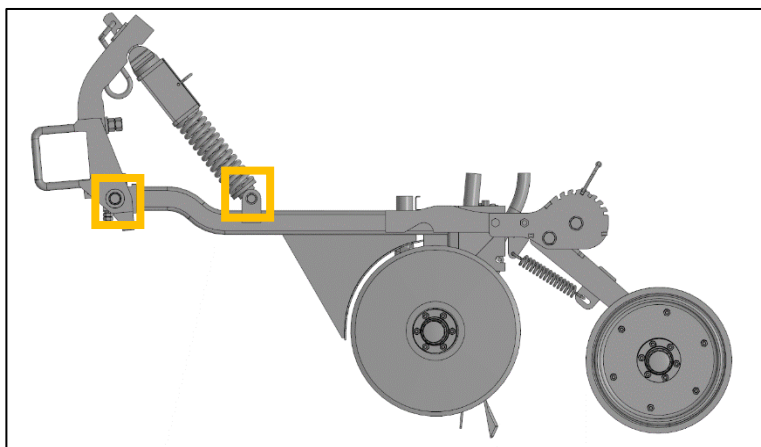

Рисунок 73 – Втулки сошника
12. Обильно смазать машинным маслом втулки с двух сторон сошника, рис. 73.